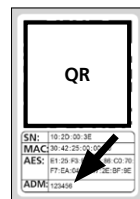

Fig. 3:
- ! **Aviso:** El código de administrador, siempre que no lo haya modificado, se encuentra en el adhesivo con el código QR que acompaña al cilindro secuENTRY (Fig. 3). En el capítulo «Creación y administración de usuarios», en la página 7, podrá consultar cómo se crea un código de usuario.